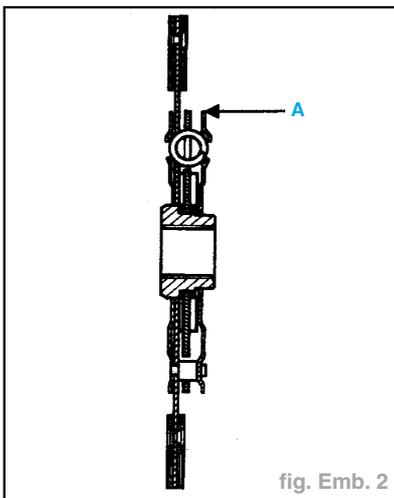

fig. Emb. 2
- Mettre le disque en place : déport (A) du moyeu côté boîte de vitesses (fig. Emb. 2).